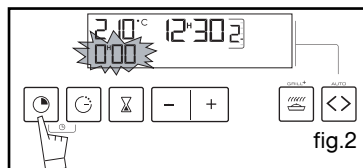

fig.2
• Plat multi usages (fig.2)
Réglez l'heure en appuyant sur les touches + ou - (le maintien de la touche permet d'obtenir un défilement rapide) (fig.2).
Appuyez simultanément sur les touches “” et  pendant quelques secondes (fig.2), puis relâchez quand l'heure du jour clignote. Des bips sonores indiquent que le réglage est alors possible.
L'affichage clignote à 0h00 pour indiquer que le réglage est alors possible (fig.2).
Exemple : fin de cuisson à 13h (fig.2).
– Tournez le sélecteur de fonctions sur la position “”. L'indicateur “ECO” s'allume dans l'afficheur (fig.2).